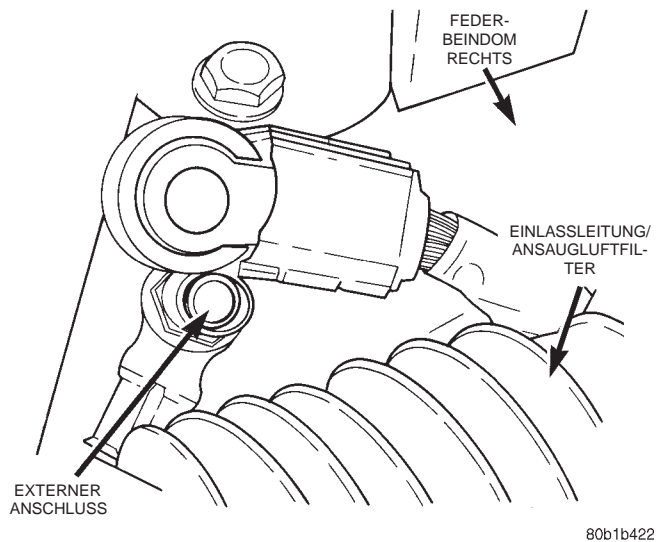

Abb. 14 Anschluß des externen Batterie-Minuskabels
(2) Zündung und alle elektrischen Zusatzverbraucher ausschalten.
(3) Das externe Batterie-Minuskabel vom externen Batteriepol abklemmen (Abb. 14).